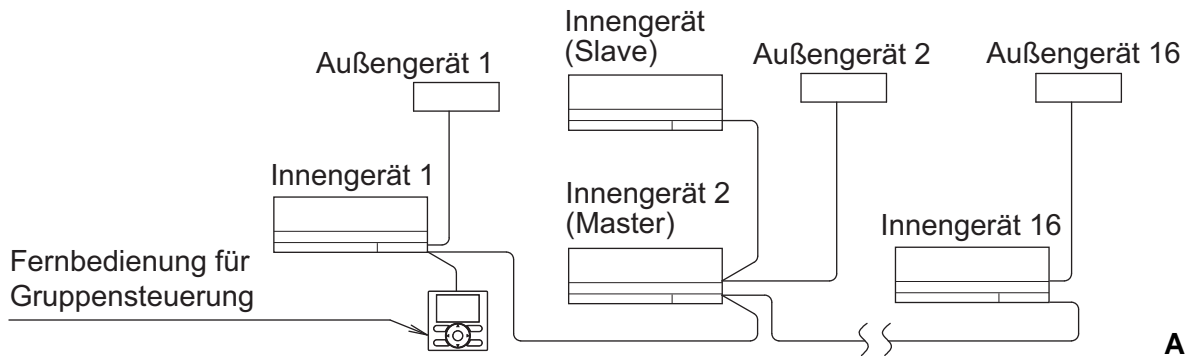

Abb. 28
- Bei Verwendung als eine Tandemeinheit oder als eine Master-Einheit für den Simultanbetrieb können Sie gleichzeitig die Start-/Stopp- (Gruppen-) steuerung für bis zu 16 Einheiten mit der Fernbedienung ausführen. **(Siehe Abb. 28)**